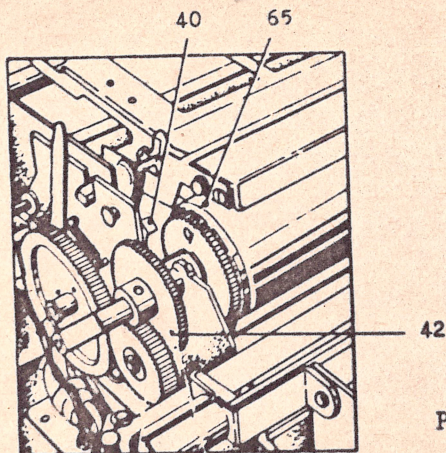

Рис. 27
Бумагоопорный вал (65) обеспечивает контролелору, необходимую для пропечатки точки (рис. 27). В то же время вал является частью устройства подачи бумаги в рулоне.